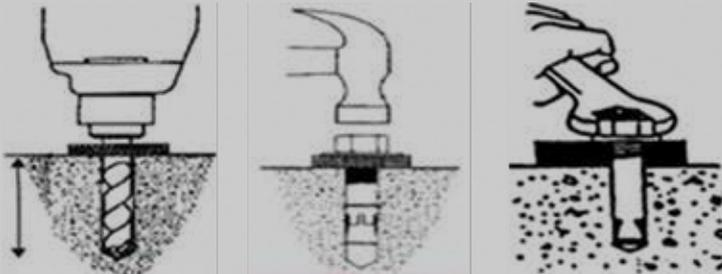

Abbildung 30
- Setzen Sie die 16 Bodenanker mit einem Schlagbohrer (16 mm) mindestens 120 mm tief ein *Abbildung 30*.